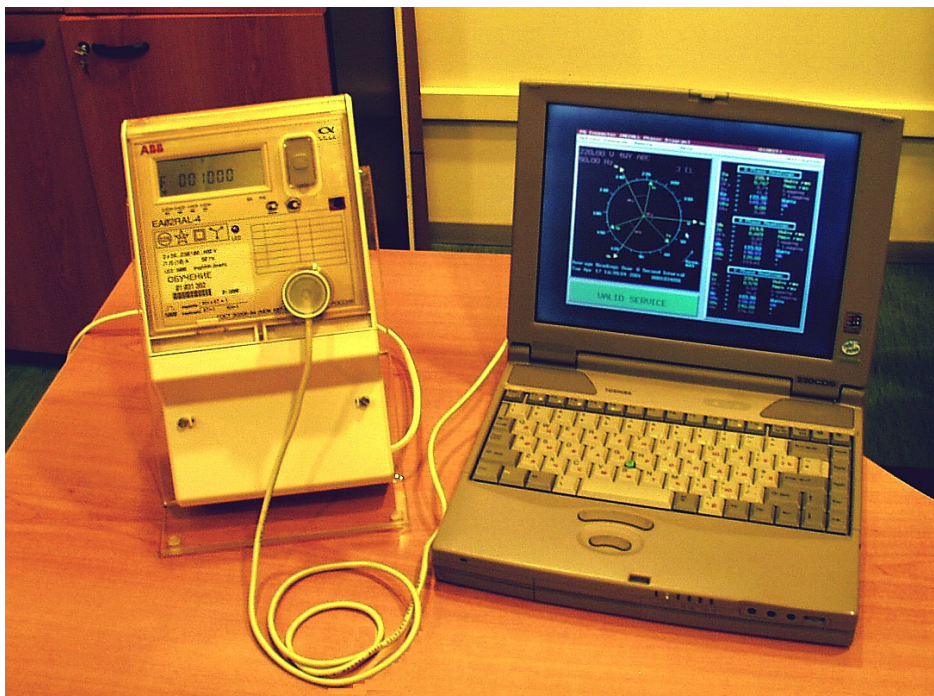

Рис.2 Ориентация преобразователя AE1 при работе со счетчиками ЕвроАльфа
- для счетчика ЕвроАльфа ориентация головки такова, чтобы кабель преобразователя был направлен вертикально вниз (рис. 2).